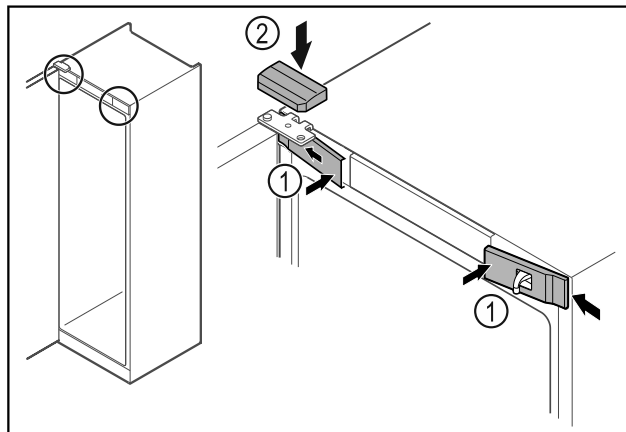

Fig. 45
- ▶ Bočno zakvačite prednje poklopce Fig. 45 (1) i uglavite ih.
- ▶ Uglavite gornji poklopac Fig. 45 (2) odozgo.